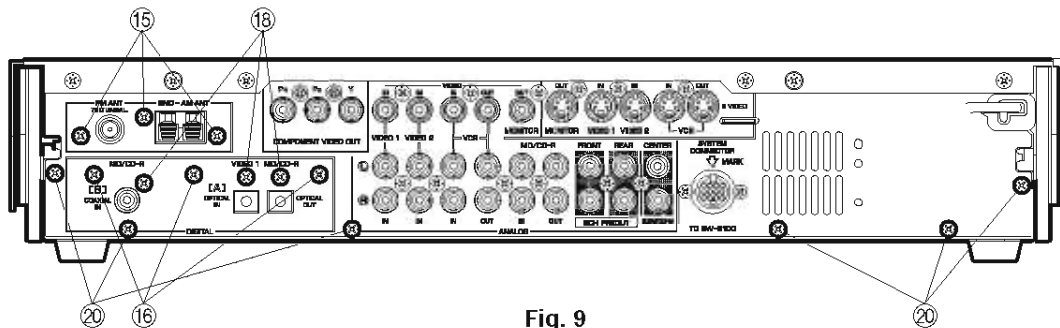

Fig. 9
- a. Remove 3 screws (15). (Fig. 9)
- c. Remove 3 screws (16). (Fig. 9)
- f. Remove 3 screws (18). (Fig. 9)
- a. 15のネジ3本を外します。(Fig. 9)
- c. 16のネジ3本を外します。(Fig. 9)
- f. 18のネジ3本を外します。(Fig. 9)
- a. Remove 6 screws (20). (Fig. 9)
- a. 20のネジ6本を外します。(Fig. 9)